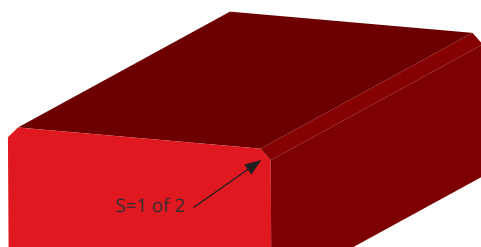

Fig. 6.8
- Wilt u de kanten gebroken hebben? Vermeld dit dan op de tekening. (Fig. 6.8)